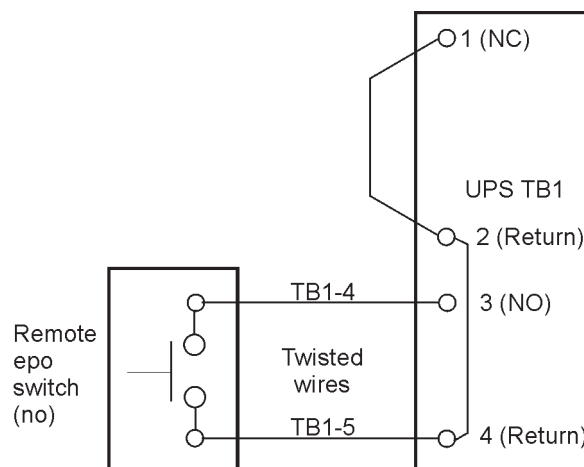

Рис. 4-13. Проводка нормально-разомкнутого удаленного выключателя EPO
12. Проложите и подключите проводку как показано на Table 4-2 и Рис. 4-13.